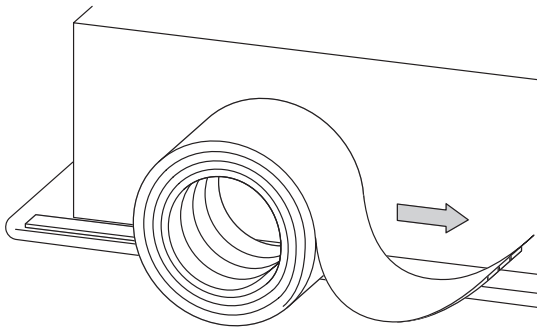

Abb. C-3 Aufbringen des Dichtungsbands
- ▶ Bringen Sie das mitgelieferte Dichtungsband auf der Unterseite des Rands auf (siehe Abbildung C-3).